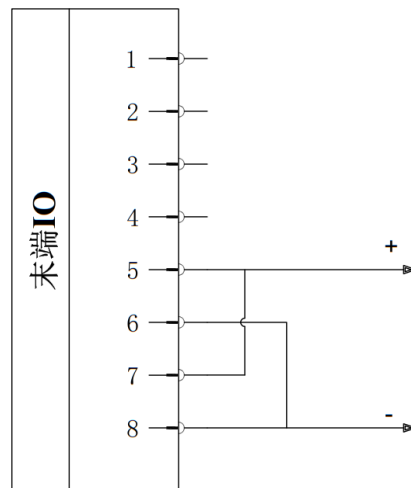

图 2-46: 双针模式 2 接线
2) 接线方法：如图 2-46，将电源线（5 棕色）与 TI1/TO1/PWR1 线（7 绿色）连接，接地线（8 蓝色）与 TI0/TO0/GND1 线（6 白色）连接。